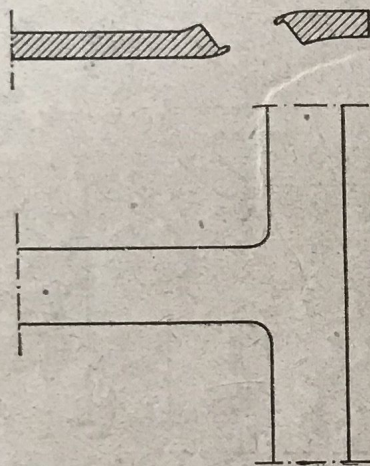

FIG. 95.
b) *Encollage en té sur plat* (fig. 95) : la pièce B est préparée comme s'il s'agissait d'une amorce ordinaire; on doit, toutefois, l'élargir vers C pour former les congés. La pièce A est refoulée dans la partie intéressée par la soudure; l'amorce est étirée au dégorgeoir ou avec la panne du marteau.